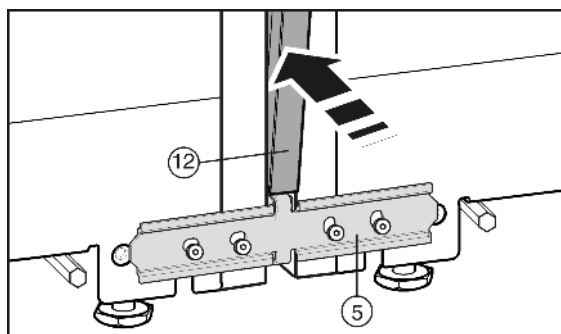

Fig. 9
Vor dem Einsetzen der Abdeckleiste Fig. 9 (12) die beiden Stege auf der gesamten Länge zusammendrücken. Die Leiste lässt sich leichter in den Spalt einführen. Zum Eindrücken der Leiste ein weiches Tuch verwenden, um Dellen in der Oberfläche der Abdeckleiste vorzubeugen. Die Leiste sorgfältig und gerade in den Spalt eindrücken, um einen optimalen Verbund zu erreichen.
- ▶ Auf der Vorderseite die lange Abdeckleiste Fig. 9 (12) in den vertikalen Spalt drücken. Darauf achten, dass die Leiste auf dem Verbindungsblech Fig. 9 (5) aufsteht.